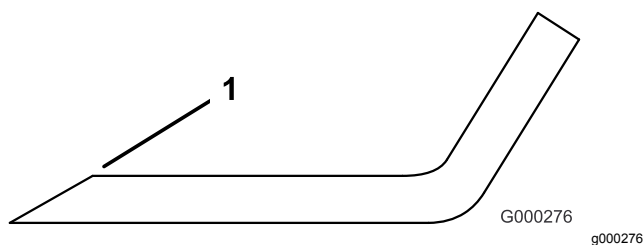

Figure 30
- Examinez les tranchants de toutes les lames et affûtez-les s'ils sont émoussés ou ébréchés. N'aiguissez que le haut du tranchant et conservez l'angle de coupe d'origine pour obtenir une coupe nette (Figure 30). Limez la même quantité